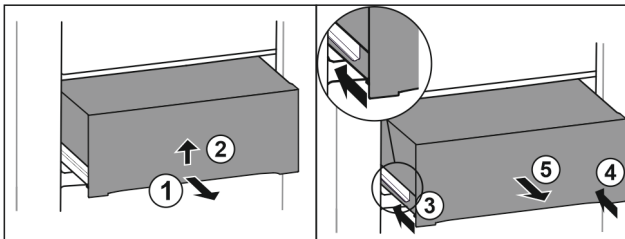

Fig. 56
- Tirer le tiroir jusqu'à mi-chemin. Fig. 56 (1)
- Soulevez le tiroir par le bas. Fig. 56 (2)
- Rentrer le rail de gauche. Fig. 56 (3)
- Rentrer le rail de droite. Fig. 56 (4)
- Retirer le tiroir par l'avant. Fig. 56 (5)